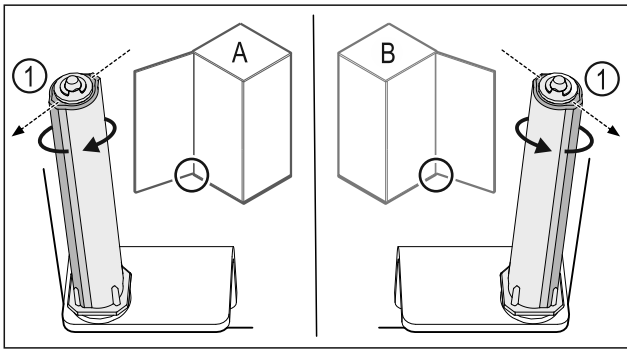

Fig. 42 Розкриття ліворуч (A) / Розкриття праворуч (B)
- Систему закриття повертати проти опору доки перемичка системи закриття Fig. 42 (1) не покажуватиме назовні.